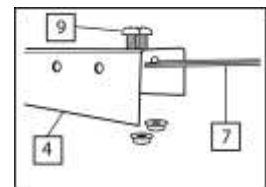

fig. 8
Los módulos se montan de dos en dos unidos entre sí por un tensor (7). Unir el tensor atornillándolo al extremo de la pieza (4), utilizando los tornillos y tuercas M6x15 mm y M6 de tuerca (9), fig. 8.